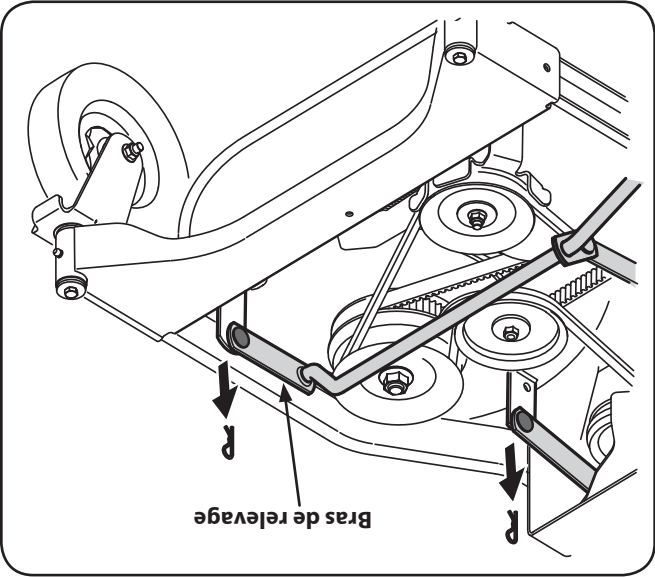

Figure 7-3
7. Placez-vous à la gauche du plateau de coupe et repérez les goupilles fendues qui fixent les supports du plateau de coupe à l'arrière gauche et à l'avant gauche du plateau. Retirez les goupilles avec précaution. Voir Figure 7-3.
9. Retirez avec précaution les supports avant des bras de relevage du plateau de coupe. Voir Figure 7-3.